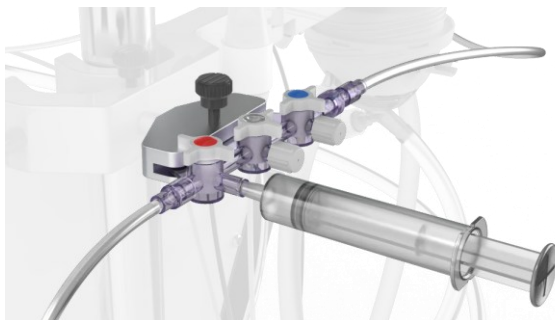

Figura 22 Deaerazione dalla linea del campione aspirando con una siringa. Assicurarsi che la valvola rossa sia orientata come indicato.
- Inserire la siringa nella porta rossa della valvola di campionamento per deaerare la linea di campionamento. Aprire la valvola rossa sulla porta di campionamento (Figura 22).